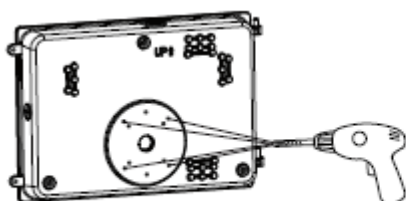
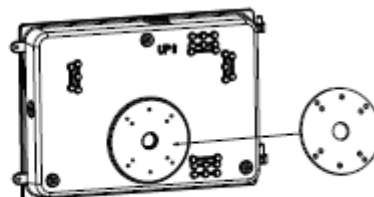

Fig. 1-2A
Fig. 1-2B
2. À l'arrière du luminaire, percer les trous appropriés correspondant à la plupart des boîtes de jonction (Fig. 1-2A). Installer le joint d'étanchéité autoadhésif inclus à l'arrière du luminaire (Fig. 1-2B).